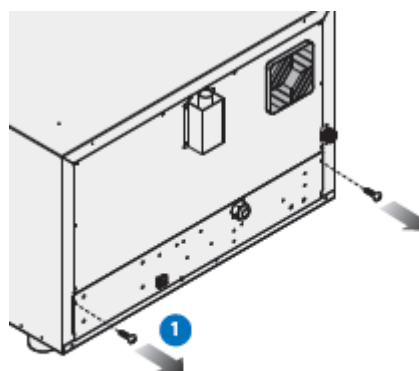

Fig. 11
1. Odkręć tylną pokrywę i otwórz ją (Rys. 11).
3. Podłącz żyły kabla zgodnie ze schematem na tabliczce znamionowej: WYŁĄCZNIE wykonaj połączenia wskazane poprzez włożenie przewodów elektrycznych pod śrubę, tak aby po dokręceniu śrub przewody były mocno zamocowane. Żółto-zielony przewód uziemiający musi być co najmniej o 3 cm dłuższy niż pozostałe przewody (rys. 11 12).